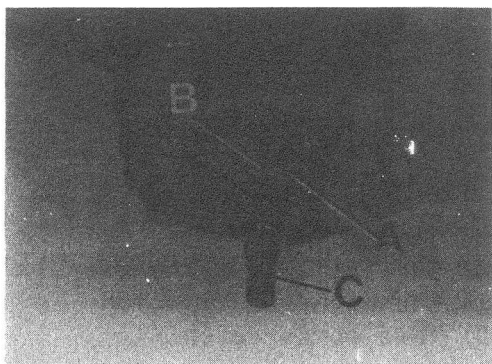

Fig. C1-96 Desmontaje casquillo
- 1.7. Desmontar el casquillo, A (Fig. C1-96) espaciador, haciendo palanca a través de los orificios, B, del mismo.
- 2.1. Verificar la superficie exterior del casquillo, A (Fig. C1-96) espaciador, de-sechándolo si presenta desgastes producidos por el retén.
- 3.1. Montar el casquillo, A (Fig. C1-96) espaciador sobre el eje principal, C, posi-cionándolo con los orificios, B, de extracción del mismo hacia afuera.